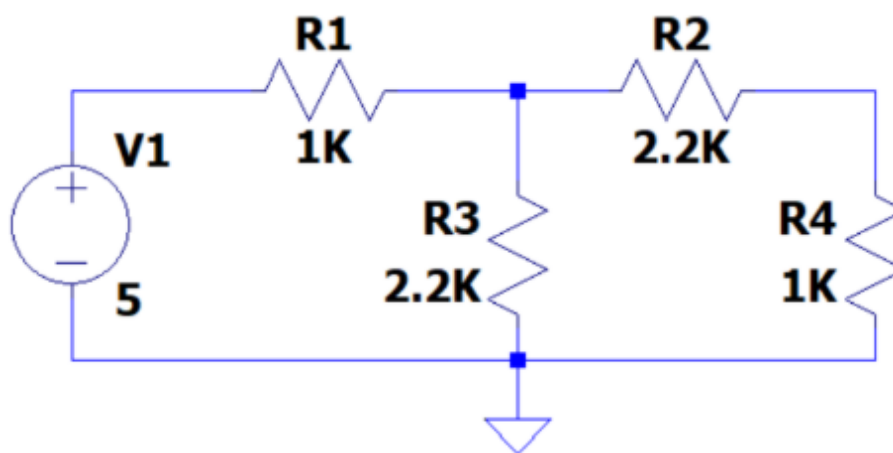

Figura 1: Circuito propuesto para el análisis de tensiones, corrientes y potencia.
1. Determine analíticamente las tensiones, corrientes y la potencia disipada en cada resistencia del circuito mostrado en la Figura 1.
1. Simule el circuito de la Figura 1 utilizando el simulador de su preferencia y obtenga los valores de tensión, corriente y potencia en cada resistencia.